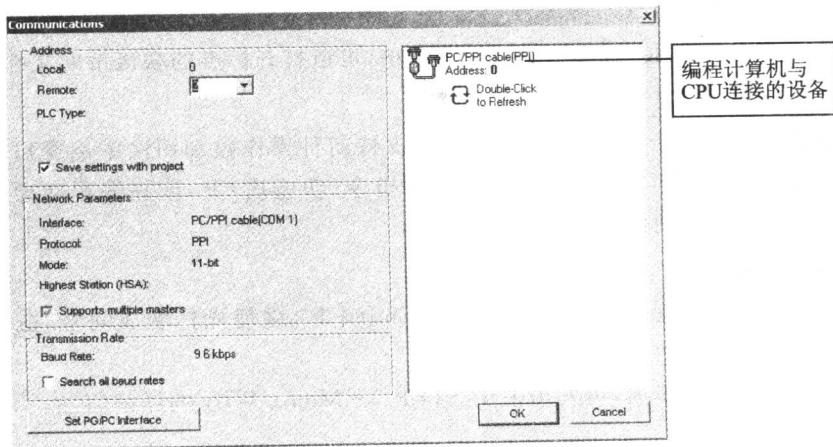

图 1-21 “通信”对话框
① 单击浏览条上的“通信”(Communications)工具按钮出现 Communications(通信)对话框,如图 1-21 所示。窗口右侧显示编程计算机将通过 PC/PPI 电缆尝试与 CPU 通信,左侧显示本地编程计算机的网络通信地址是 0,默认的远程(就是与计算机连接的)CPU 端口地址为 2。